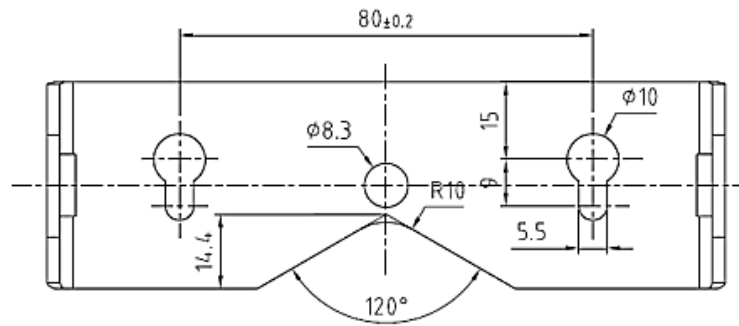

Figura 2-7: Schema di foratura per le staffe di montaggio
3. Segnare la posizione dei fori di montaggio della staffa sulla superficie in cui montare il terminale in base alle dimensioni indicate in Figura 2-7 oppure sollevando il terminale sulla superficie e segnando le posizioni attraverso i fori della staffa.